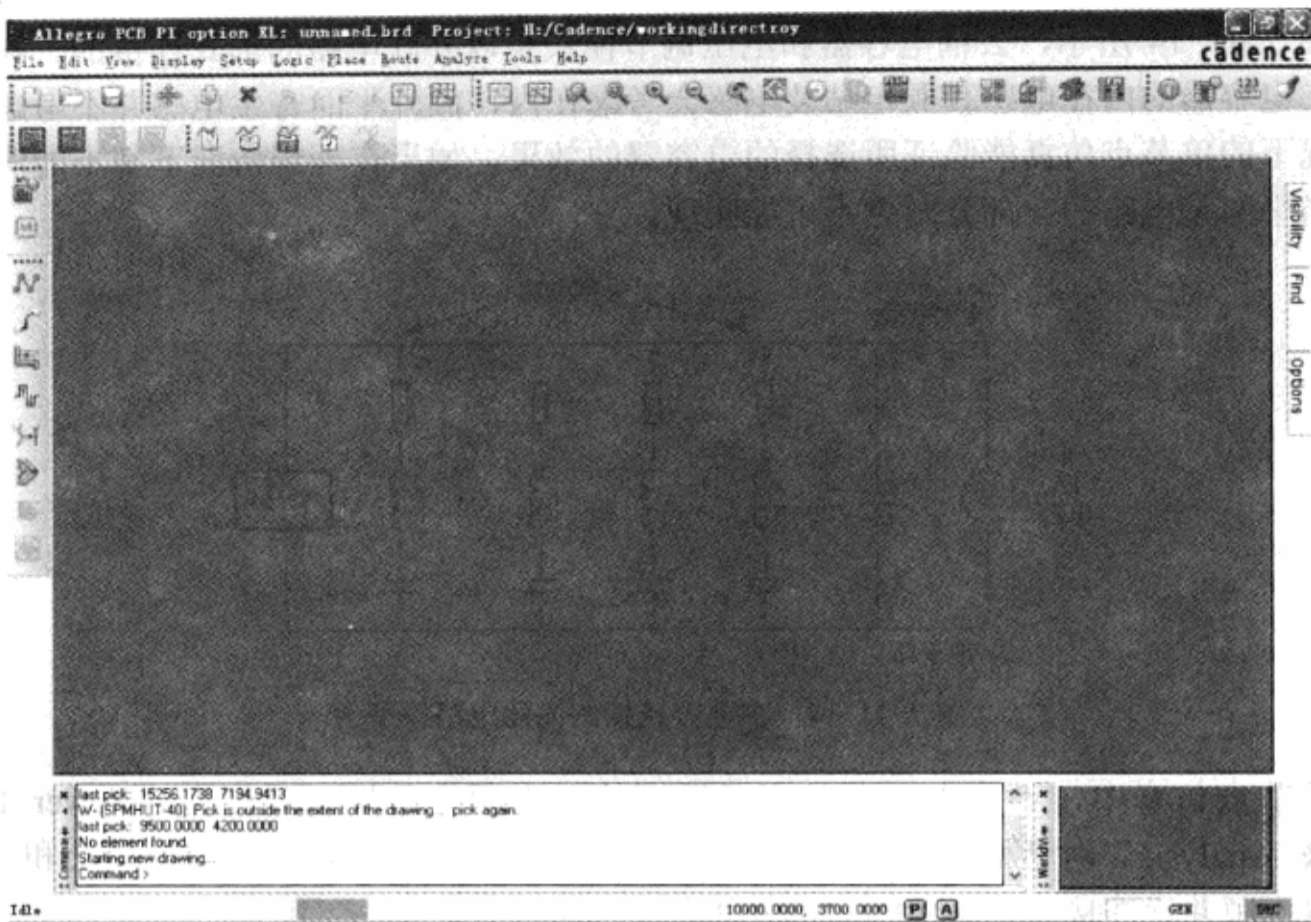

图 7-12-2 Allegro PCB PI option XL 工作窗口
(2) 从“Select the Product”列表中选择“Allegro PCB PI option XL”，单击“OK”按钮，打开“Allegro PCB PI option XL”窗口，如图 7-12-2 所示。